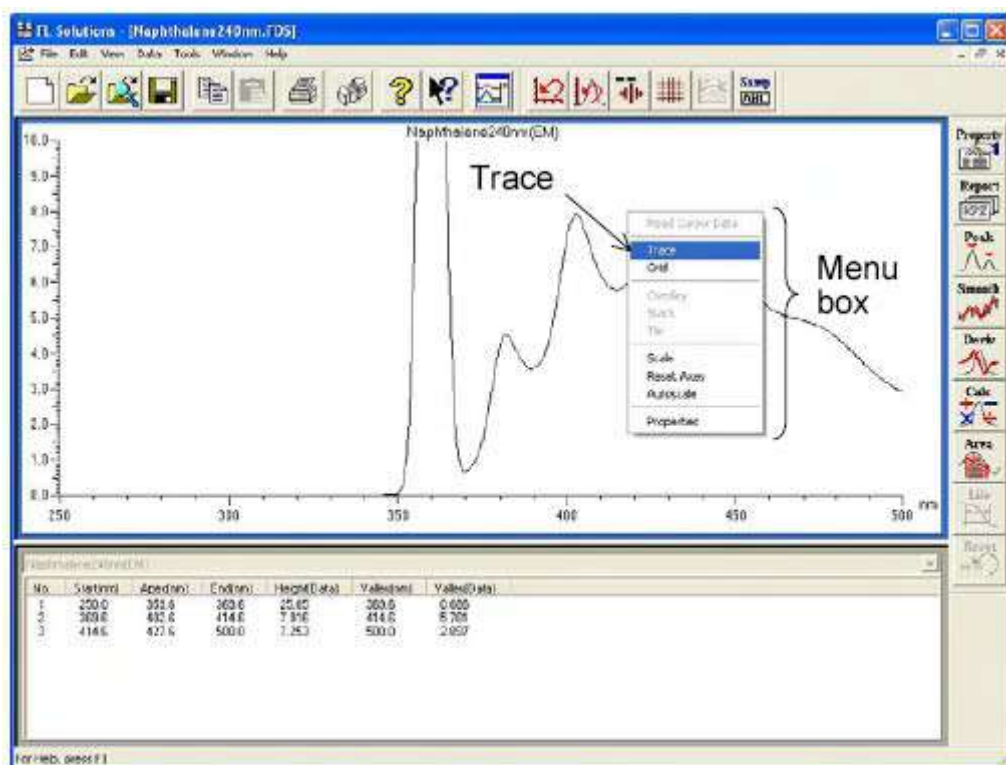

Рис. 7-4
- (2) Поместите указатель мыши на отображаемый спектр и нажмите правую кнопку мыши. Появится контекстное меню, изображенное на рис. 7-4. Выберите команду «Построение спектра» из данного меню.